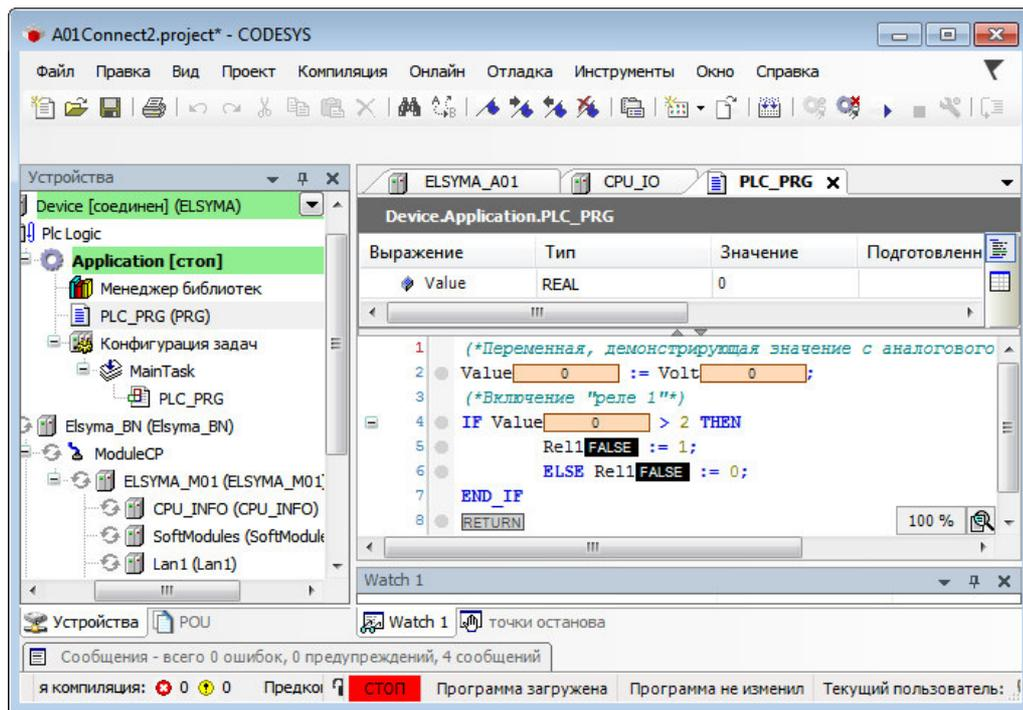

Рисунок 5.12 - Редактор POU. Загрузка задачи в контроллер
1. Перейти в редактор **POU** на закладку **PLC_PRG** и подключиться к контроллеру, выбрав команду **Логин** в меню **Онлайн** или нажав клавиши **[Alt]+[F8]**. На вопрос о загрузке задачи в контроллер следует нажать кнопку «Да». В строке статуса программы *CoDeSys* отображается состояние **СТОП** (рисунок 5.12).